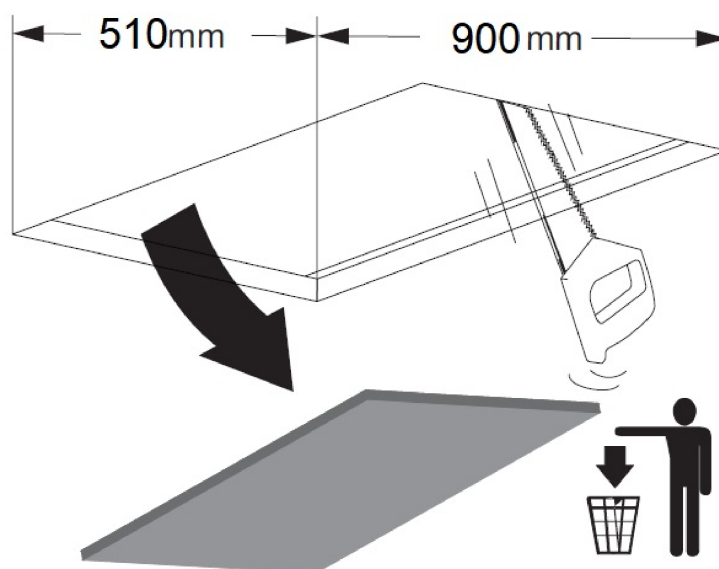

Fig. 16
1. ➔ Loftet eller materialet emhætten monteres i skal skæres med oplyste mål (Fig. 16).